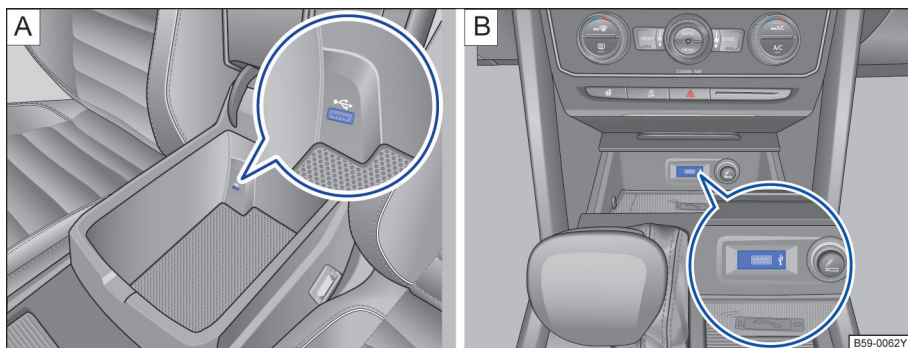

图 211 ①前部中央扶手储物盒内的 USB 输入端②前部储物盒内的 USB 输入端
USB 输入端位于前部中央扶手储物盒内→图 211 ①。
USB 输入端位于前部储物盒内→图 211②。